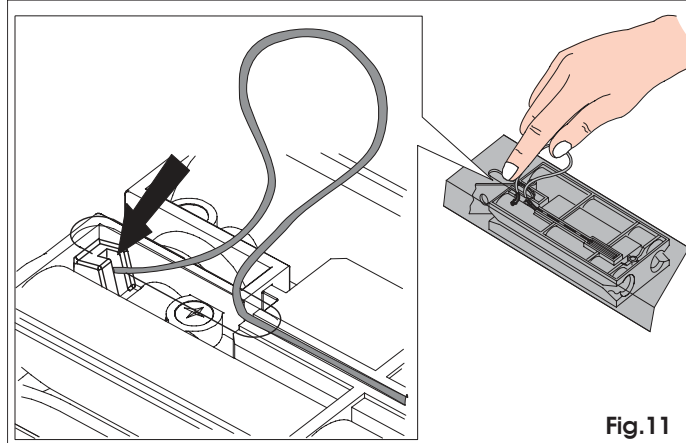

Fig. 11
- 3) Wyciągnąć wózek w kierunku zespołu włączenia napędu, aż otwór przełotowy wózka będzie pasował do szczeliny i włożyć nieosłonięty kabel (Rys. 11).